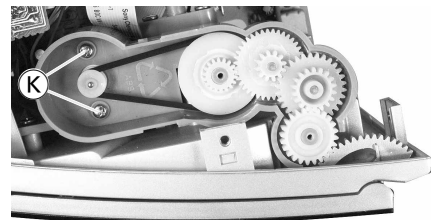

Fig. 12
- 2 Schrauben **K** (Fig. 12) heraus-schrauben.
- Undo 2 screws **K** (Fig. 12).